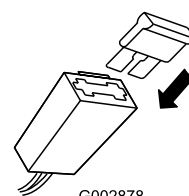

Figura 8
2. Inserite il fusibile nel portafusibili come da illustrazione (Figura 8).